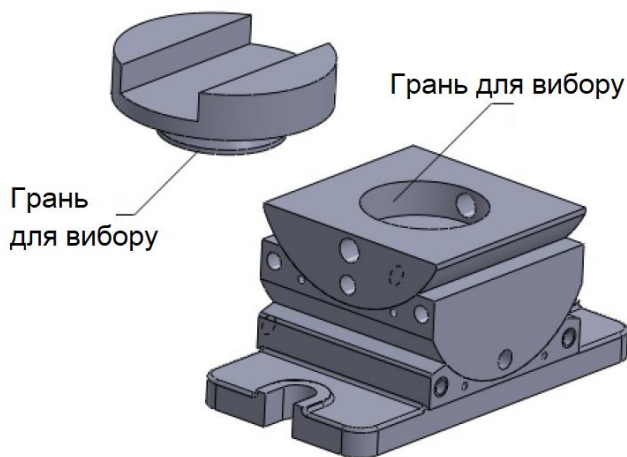

Рисунок 8.30 – Грані для вибору
2. Викличте вікно **Mate PropertyManager**, вибравши кнопку **Mate**. Потім поверніть збірку, утримуючи середню кнопку миші, і виберіть циліндричні грані компонентів Upper Member і Top Holder (див. рис. 8.30); відобразиться спливаюча панель інструментів **Mate** із обраним параметром **Concentric**.